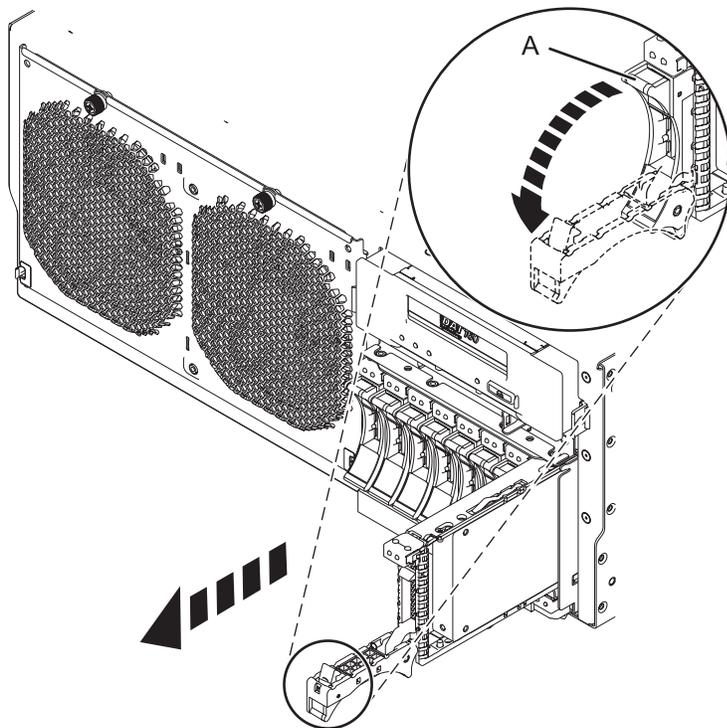

Figure 21. Retrait d'une unité de disque du système
1. Déverrouillez la poignée de l'unité en appuyant dessus et en la tirant vers vous (voir figure 21, à la page 37).